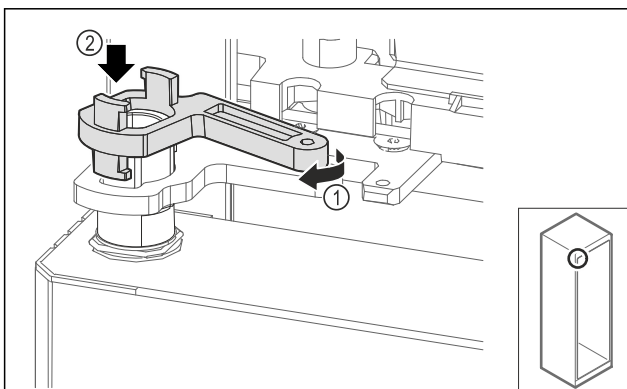

Fig. 70
- Mírně otočte zajištění stojanu ložiska Fig. 70 (1) a nasadte jej na objímku Fig. 70 (2).